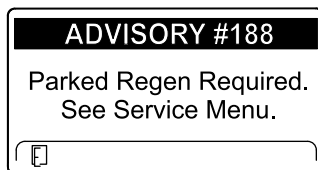

图19
- Parked regeneration required（需要驻车再生）ADVISORY #188（第 188 号提醒）（图19）